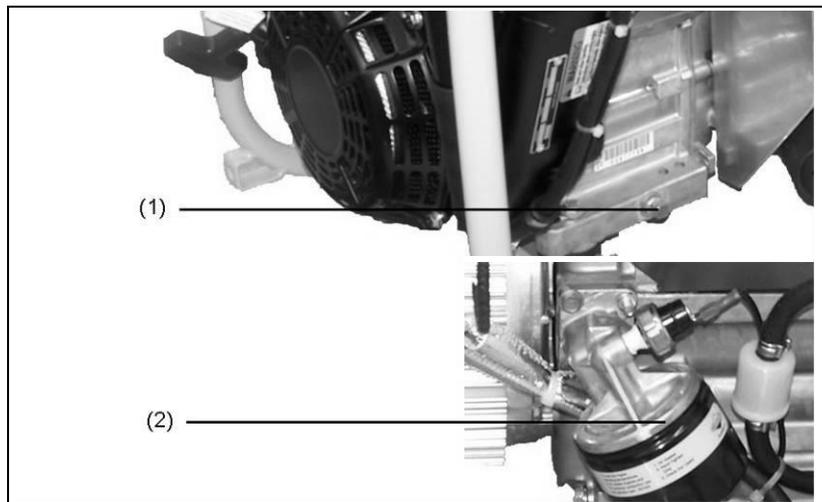

Abb. 6-2: Öl wechseln
3. Verschlusschraube (Abb. 6-2-(1)) vorsichtig abschrauben und warten bis Öl vollständig in den Auffangbehälter abgelassen ist.
4. Verschlusschraube (Abb. 6-2-(1)) wieder aufschrauben.
Beim Wechsel des Ölfilters (Abb. 6-2-(2)) gehen Sie bitte wie in der Motorenanleitung beschrieben vor.